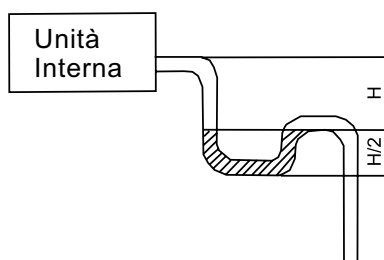

Fig.21
- (4). Se il tubo di scarico non rispetta una determinata inclinazione, è necessario sistemare un tubo di innalzamento (fornito in loco) dello stesso tubo di scarico.
- (5). Se la portata d'aria dell'Unità Interna è elevata, ciò può causare pressione negativa e provocare un ritorno di aspirazione dell'aria esterna. Perciò, sarà progettato un sifone a "U" sul lato di drenaggio di ogni Unità Interna (Fig.21).
- (6). Installare un sifone per ogni Unità.
- (7). L'installazione di un sifone dovrà tenere in considerazione una pulizia facile in futuro.